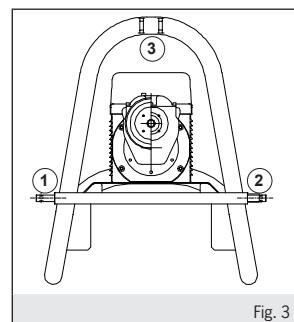

Fig. 3
- che i tre punti di ancoraggio (fig.3) previsti siano perfettamente fissati e bloccati con i pezzi in dotazione. L'errato ancoraggio provoca il ribaltamento della macchina con grave pericolo per l'operatore.
- the three links (fig.3) are perfectly fastened and locked with the accessories provided. If wrongly anchored the machine could tip over causing a severe hazard for the operator.
- les trois points d'ancre (fig.3) sont parfaitement fixés et bloqués avec les pièces fournies. Un ancrage incorrect provoque le basculement de la machine et constitue donc un grave danger pour l'opérateur et l'endommagement du produit.
- die drei vorgesehenen Verankerungspunkte (Abb.3) perfekt befestigt und mittels